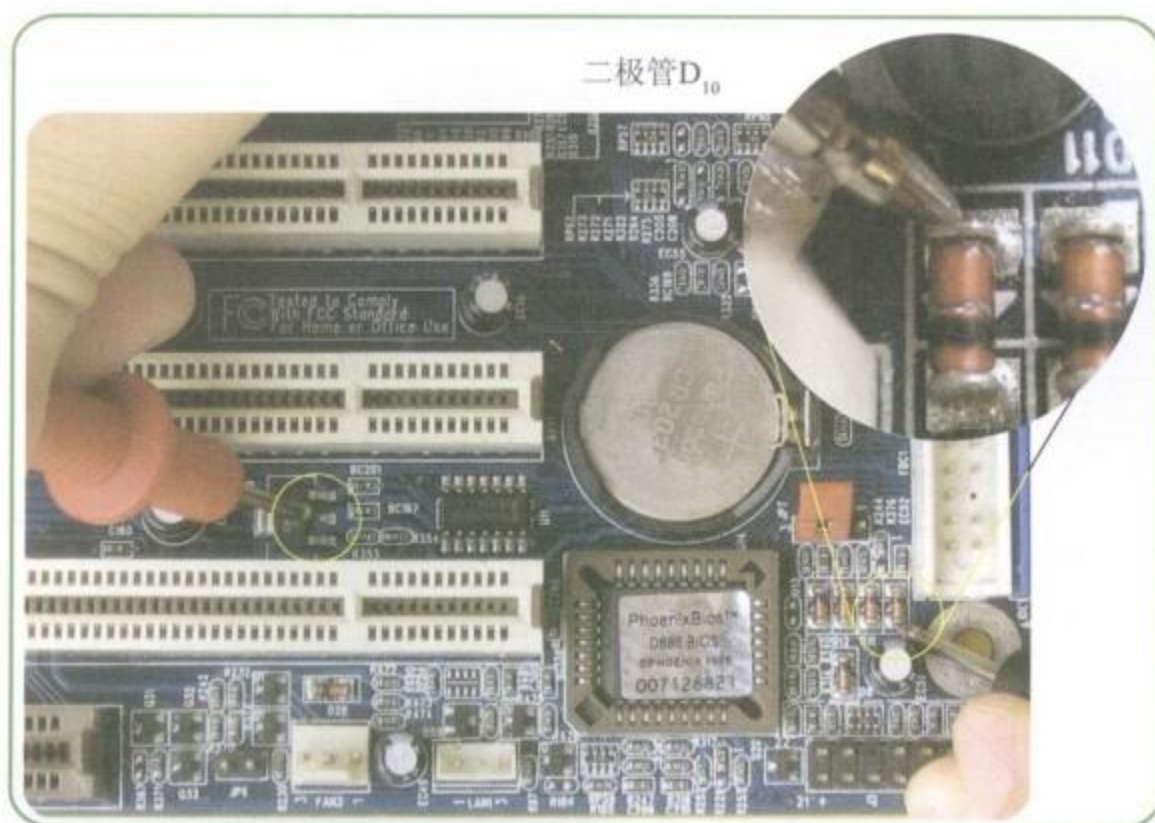

图6-26 测量稳压器Vout引脚连接二极管D₁₀的线路
Step 06 测量三端稳压器的Vout引脚连接二极管D₁₀的线路,如图6-26所示。